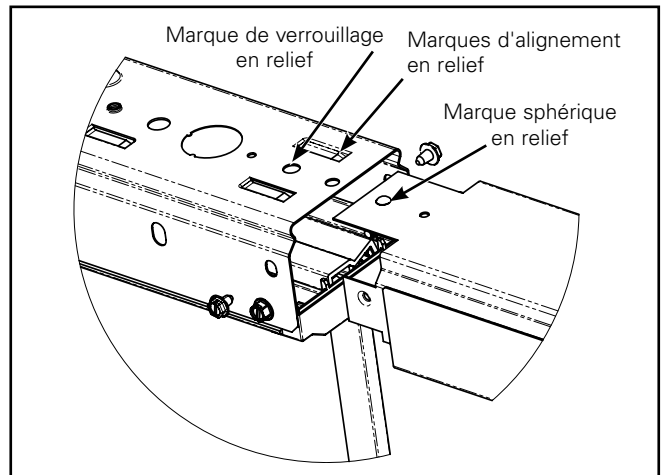

Figure 2.
3. Insérez l'onglet supérieur du boîtier du capteur dans les marques d'alignement en relief sur le canal. Les onglets latéraux vont à l'intérieur des côtés du canal (Figure 2). Assurez-vous que la marque sphérique en relief pénètre dans le trou à la partie supérieure du canal et que tous les trous sont alignés (Figure 3).
3. Insérez les onglets supérieurs du boîtier du capteur dans les marques d'alignement en relief sur chaque canal. Les onglets latéraux vont à l'intérieur des côtés des canaux (Figure 2).